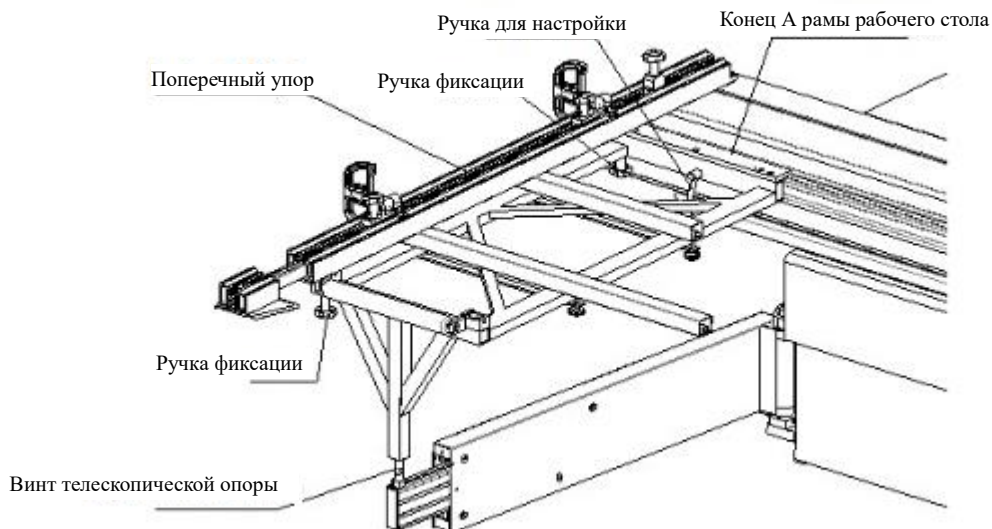

Рисунок 2.5
2.5 Установка рамы рабочего стола (Рисунок 2.5)